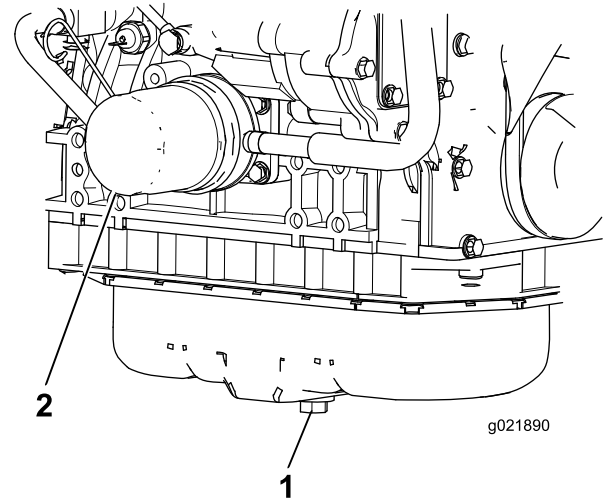

Figure 73
- Enlevez le bouchon de vidange et laissez couler l'huile dans un bac de vidange (Figure 73).
- Déposez le filtre à huile (Figure 73).